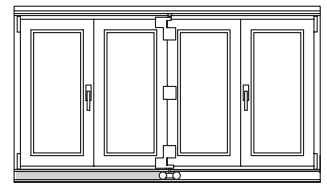

Bild 5 Abdeckschiene L und Abdeckstreifen einsetzen
- E** Rahmenteil MV (52) Schießbleche (56 oder S-ES) (54 oder 55) und Kippriegellager S-ES FH (56) funktionsgerecht am Rahmen anbringen. Siehe auch Beschlagabbildung.
- F** Alle Abdeckkappen aufklipsen. Abdeckschiene F (24) ablängen, bei untenlaufender Ausführung an Scherenlager KF Ø 6 x 12 DH (35) anpassen und aufklipsen.
- G** Abdeckschiene L (26) ablängen (Länge = Laufwagen bis Rahmenseitenkante). Abdeckschiene L (26) im Durchgangsbereich auf Laufschiene aufklipsen, siehe Bild 5.
- H** Zum Schutz vor Verschmutzung während der Bauzeit, z. B. beim Einputzen des Elementes, Abdeckstreifen (27) zwischen die einzelnen Faltelemente einsetzen, siehe Bild 5.